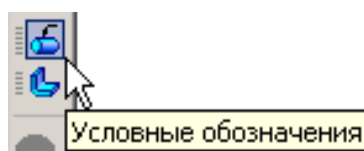

Рис. 5
2. Выполните обозначение резьбы. Для этого нажмите кнопку переключения **Условные обозначения**, рис. 5, и **Обозначение резьбы**.